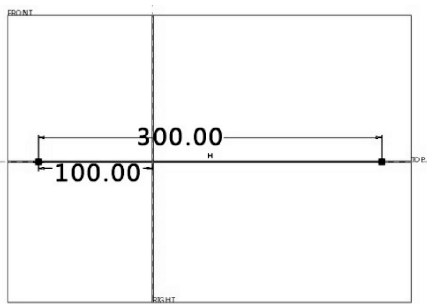
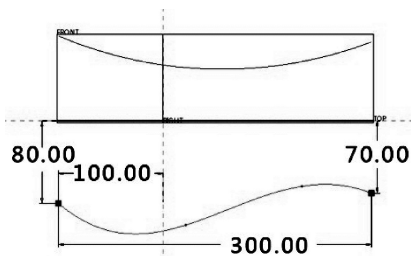
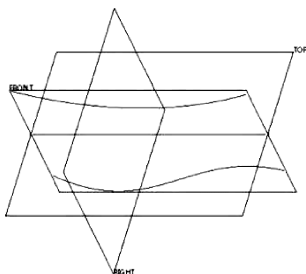

图 4-106 原点轨迹线
图 4-108 辅助轨迹线 2
图 4-109 三条轨迹线
(1) 创建零件文件；
(2) 单击【模型】→【形状】模块的扫描命令，系统弹出扫描操控面板，单击操控面板上的按钮；
(3) 单击操控面板右侧的  按钮, 绘制如图 4-106~图 4-108 所示的三条草绘基准曲线, 三条曲线的空间关系如图 4-109 所示。请注意, 三条基准曲线不要一次性绘制完;